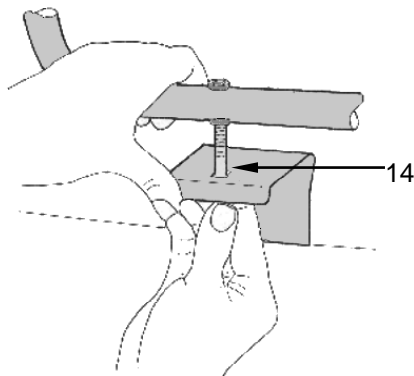

Abb. 5.1.
5. Hängen Sie die Elemente in die leicht geöffnete Hecktür ein siehe Abb. 5.1